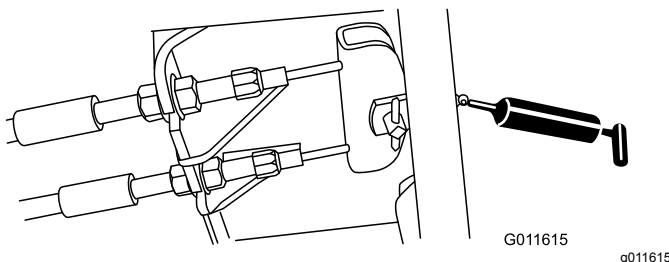

Figure 82
- Pédale de frein (1) (Figure 82)